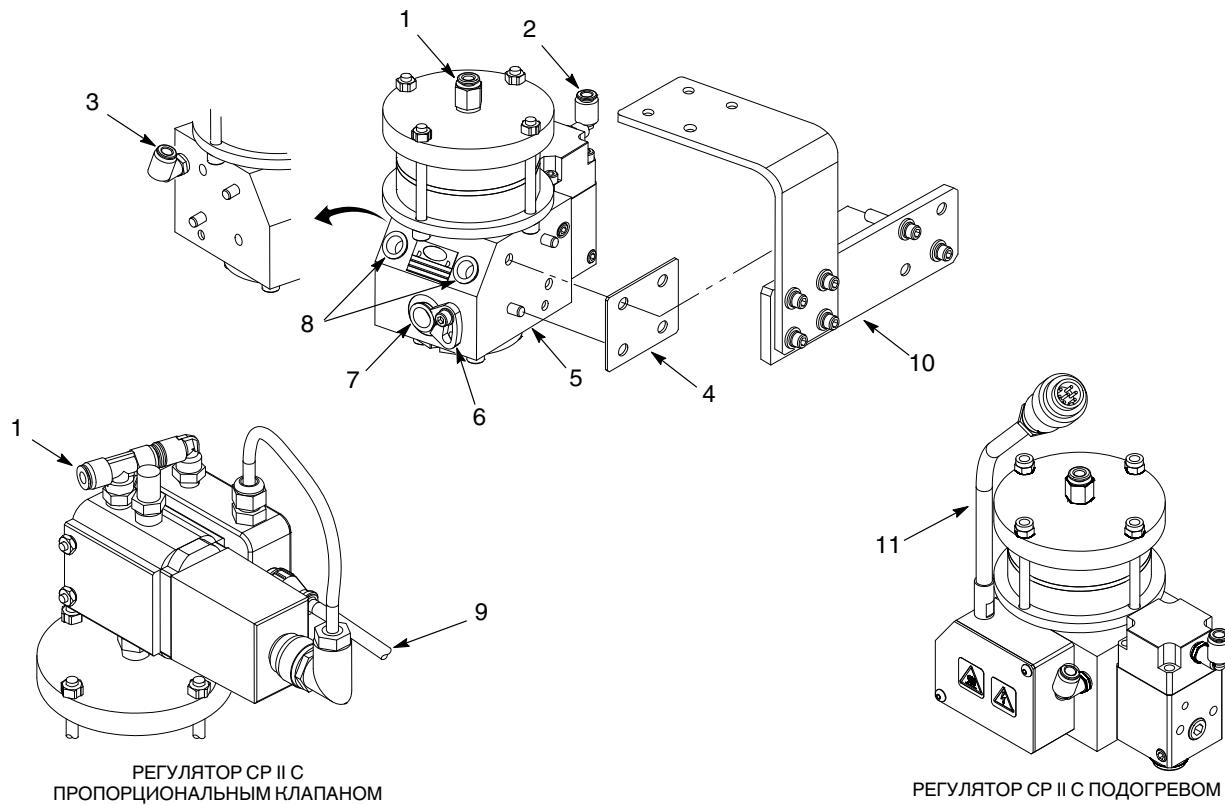

Рис. 6 Снятие регулятора CP II с системы нанесения
1. См. рис. 6. Выполнить следующее:
- фитинг подачи сжатого воздуха (1)
- фитинги сжатого воздуха закрытия (2) и открытия (3)
- порты для воды температурного кондиционирования (8), если используется
- порт линии материала (7)
3. Снять фиксатор (6) фитинга линии материала. Отсоединить линию материала.